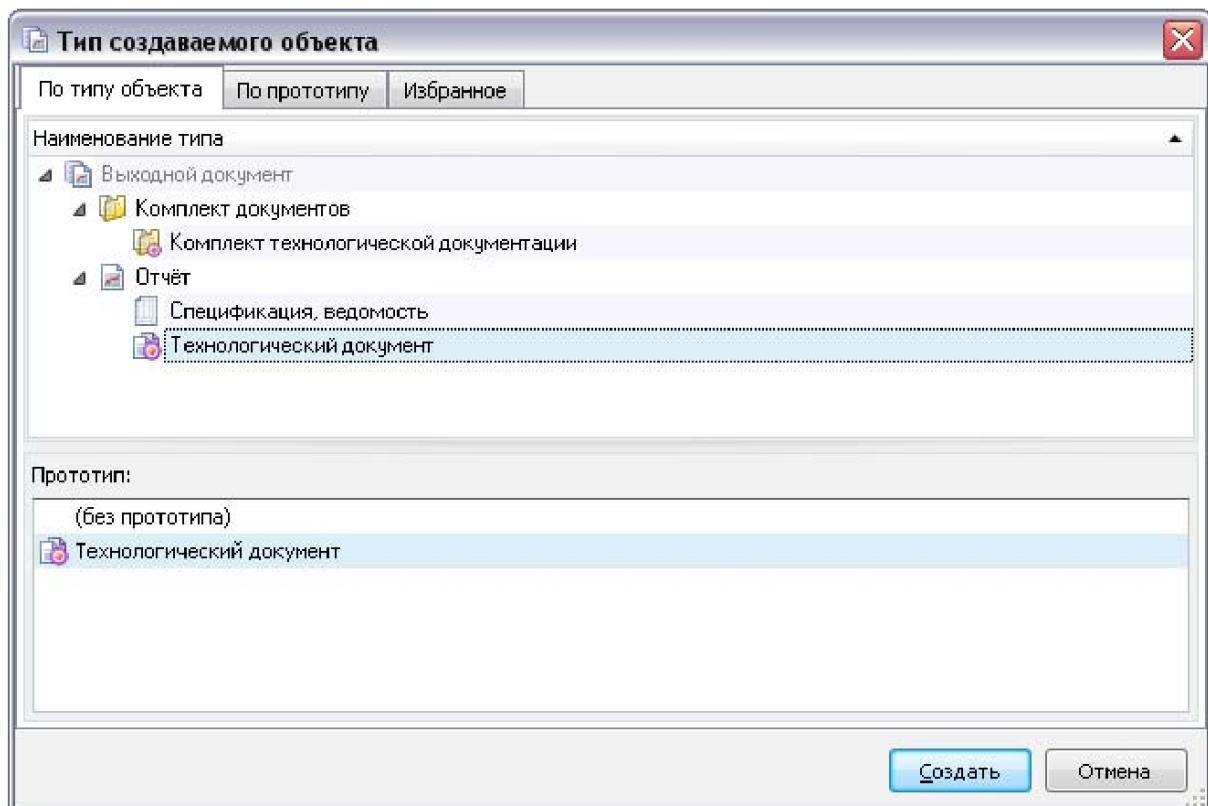

Рис. 89 Окно «Тип создаваемого объекта»
3. В окне **«Тип создаваемого объекта»** выбрать тип «Технологический документ» (с прототипом «Технологический документ»), как показано на рис. 89.